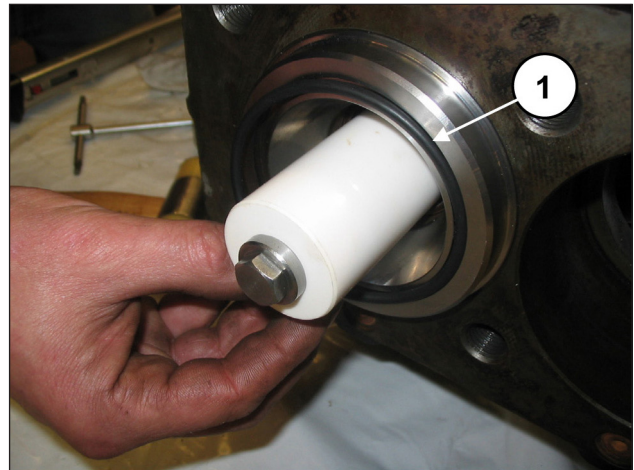
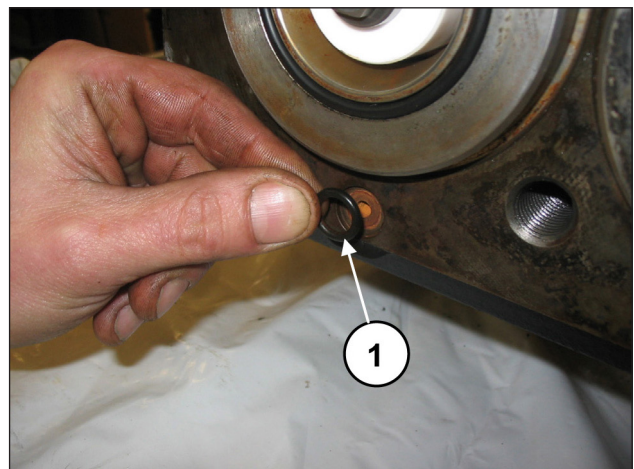

Abb. 142
Abb. 143
Setzen Sie den frontseitigen O-Ring der Buchse ein (Pos. ①, Abb. 142) und den O-Ring an der Umlaufbohrung (Pos. ①, Abb. 143).